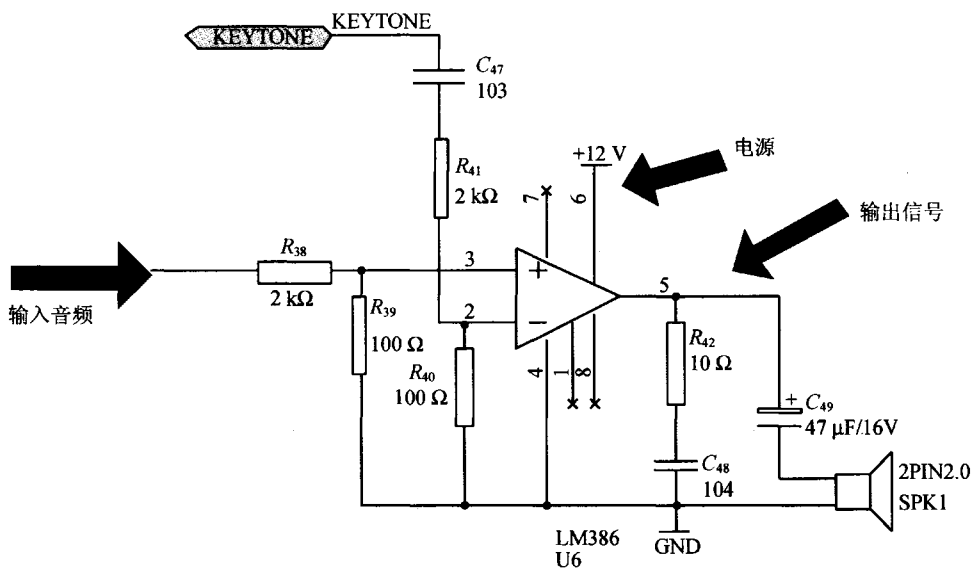

图 10.18
- 当输入的音频达到一定幅度的时候,声音就开始沙哑。而小声播放音乐的时候,声音却很柔和。电路如图 10.18 所示。